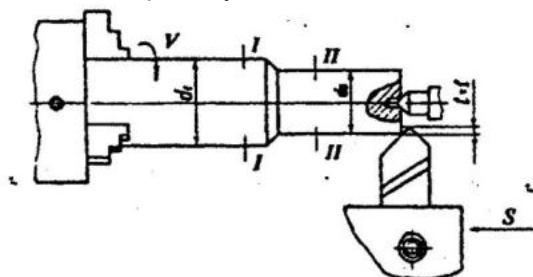

Рисунок 3.1 – Установка ступенчатого валика в патроне и центре
1. Установить ступенчатый валик в патроне и в центрах токарного станка согласно эскизу и закрепить (рисунок 3.1). Перепад диаметров ступенчатого валика около 8 мм.